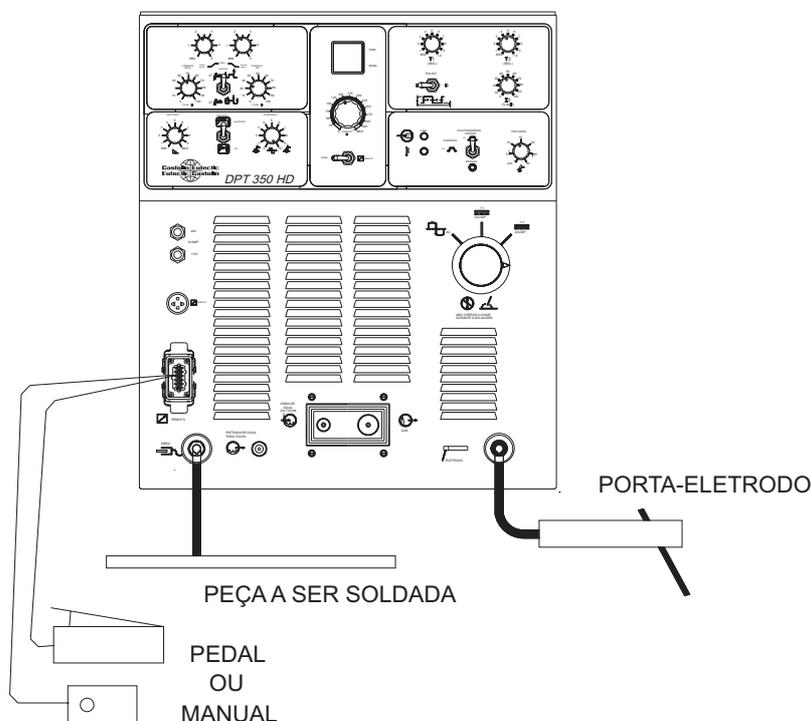

FIGURA 10 - Circuito de soldagem para soldagem com eletrodo revestido.
- 1 Conectar os cabos eletrodo e obra conforme a figura 10 com a chave liga/desliga (30) do painel traseiro desligada.
- 2 Colocar a chave seletora de corrente (5) na posição que corresponder ao eletrodo e a aplicação.
- 3 Posicionar a chave seletora de alta frequência (7) na posição desliga.
- 4 Posicionar a chave de seleção de pulsação (21) em I1.
- 5 Ajustar os potenciômetros CORRENTE INÍCIO (17) e CORRENTE FIM (18) para 100.
- 6 Ajustar o potenciômetro CORRENTE I1 (6) para obter aproximadamente o valor desejado da corrente de soldagem.
- 7 Ajustar o potenciômetro ARC FORCE (10) entre 3 e 4, mais tarde reajustar para obter o arco adequado.
- 8 Colocar a chave Liga/Desliga (30) na posição ligada (a lâmpada piloto (1) acenderá e o ventilador entrará em funcionamento).
- 9 Posicionar a chave contator (2) na posição contator. Desta forma a tensão em vazio fica presente no porta-eletrodo.
- 10 Abrir o arco e conforme a necessidade reajustar os potenciômetros CORRENTE I1 (6) e ARC FORCE (10) para obter as condições de trabalho desejadas.